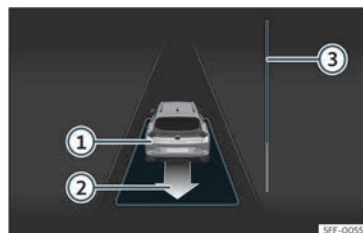

Fig. 193 A la pantalla del quadre d'instruments: sortir de l'aparcament d'un forat en línia.
- Retrocediu fins que soni el senyal continu del ParkPilot; **O BÉ**: feu marxa enrere fins que a la pantalla del quadre d'instruments aparegui la indicació de fer marxa endavant. La barra de progrés»» **fig. 193**  indica la distància que cal recórrer»» pàg. 293.